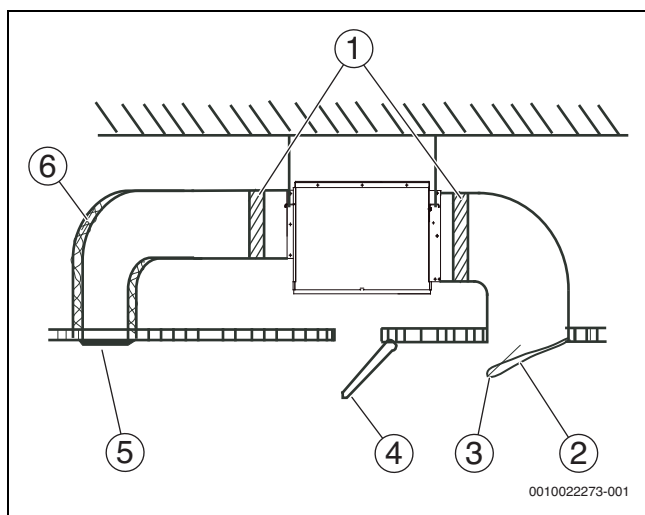
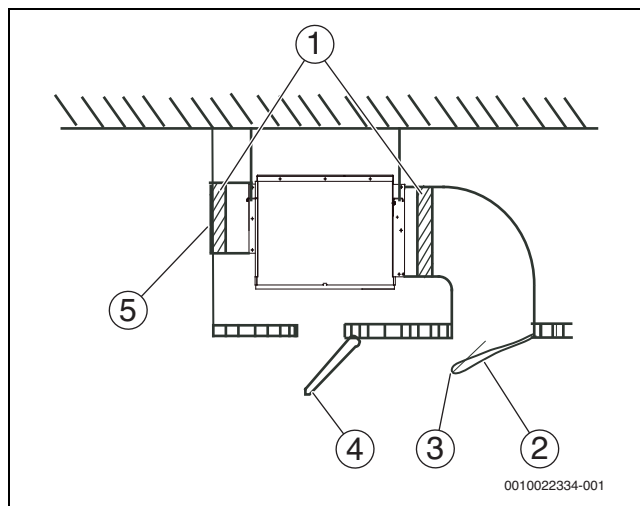

Fig. 99 Unitate de conductă cu cerințe de presiune statică
Fig. 100 Unitate de conductă fără cerințe de presiune statică.
6. Racordați conducta de aer conform Fig. 99 sau 100. Este necesară pregătirea la fața locului a tuturor componentelor cu excepția aparatului de aer condiționat.
Legendă Fig. 99 și Fig. 100: